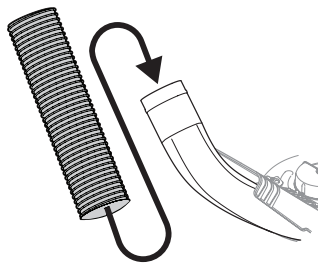

Figure 22
- Enfilez le tube sur le coude de la goulotte, comme illustré à la Figure 22.